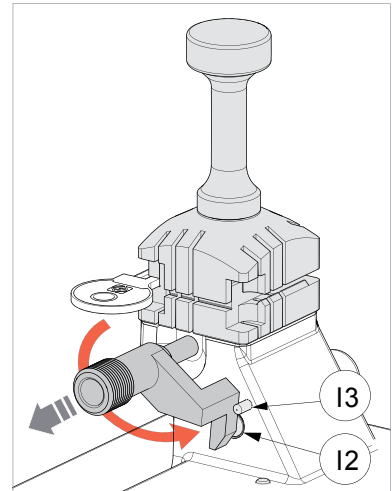

Fig. 32
NOTA: antes de empezar la lectura o el cifrado de la llave es necesario llevar manualmente el calibre a su posición de origen (Fig. 32).
Para todas las operaciones de lectura/decodificación y cifrado, hay que llevar manualmente el calibre (I) a su posición de origen (Fig. 32 - en esta posición cubre el sensor (I2) que detecta su presencia).